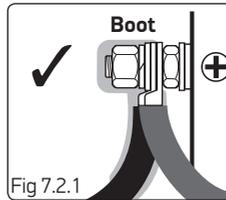
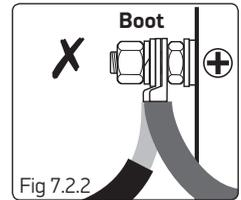

Fig 7.2.1
Fig 7.2.2
- ▶ Fig. 7.2.1 : installation correcte. Le capuchon isolant est en place, aucun câble dénudé n'est apparent.
- ▶ Fig. 7.2.2 : câble dénudé apparent. Corrigez le branchement du câble selon Fig. 7.2.1.